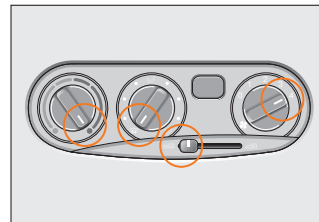

Рис. 59. Предохранение стёкол от запотевания и замерзания
**Предохранение стёкол от запотевания и обмерзания (рис. 59).** Для предохранения ветрового стекла и стёкол дверей от запотевания в летнее время достаточно направить на них холодный воздух. Для этого установите средний вращающийся переключатель в положение , а рычаг управления заслонкой в крайнее левое положение .